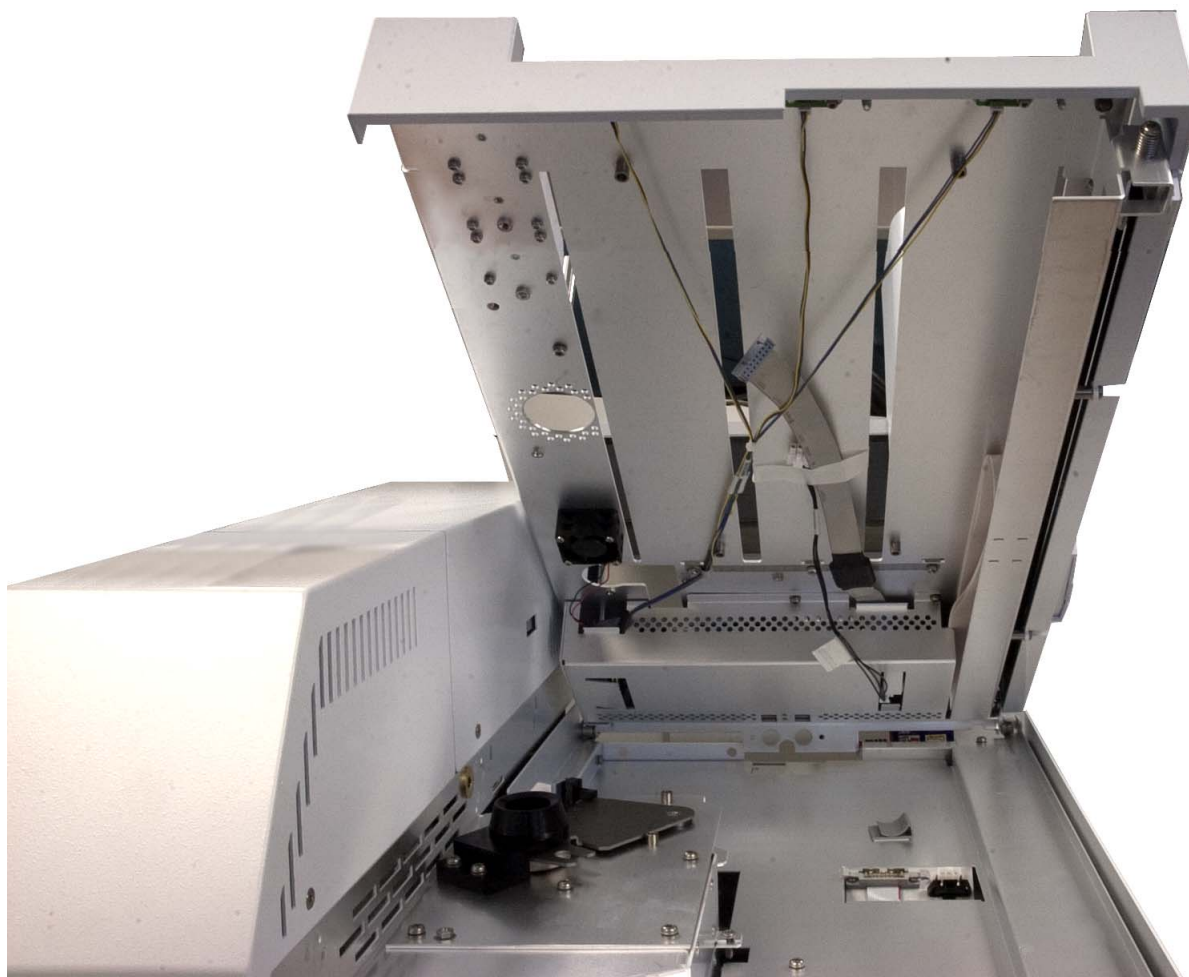

図2 トレイの設置
- 2 ローラーがシャーシのクリップにかみ合うまで、トレイを後退させます。図 2 を参照してください。